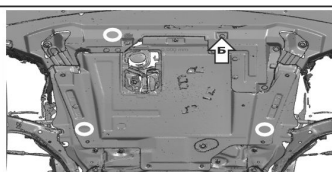

Рис.2
- Приложить пыльник и отметить на нём расположение отверстий с закладными (А) (рис. 2). Просверлить отмеченные места.
- Установить пыльник обратно с помощью штатного крепежа, кроме отверстия (Б) (рис.2).